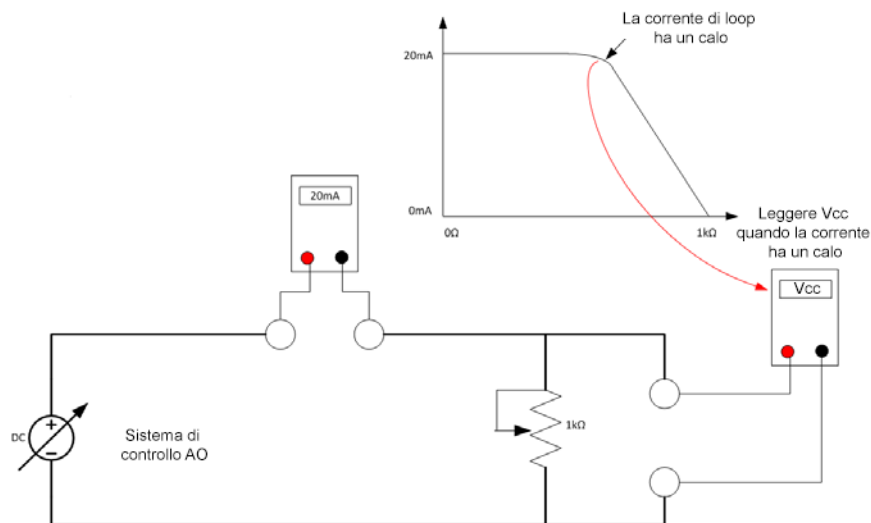

Figura 44 - Configurazione del test della tensione di conformità
1. Procedere alla configurazione del test come nella Figura 44.